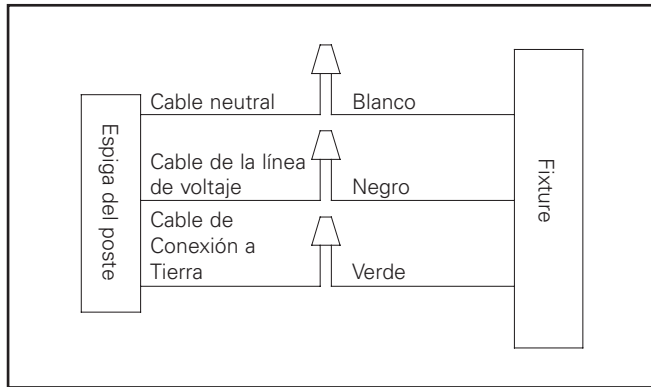

Figura 1. Sistema Monofásico De Voltaje Universal
- 2a. Conecta los cables de alimentación a los terminales correspondientes de la luminaria. (Figura 1.)